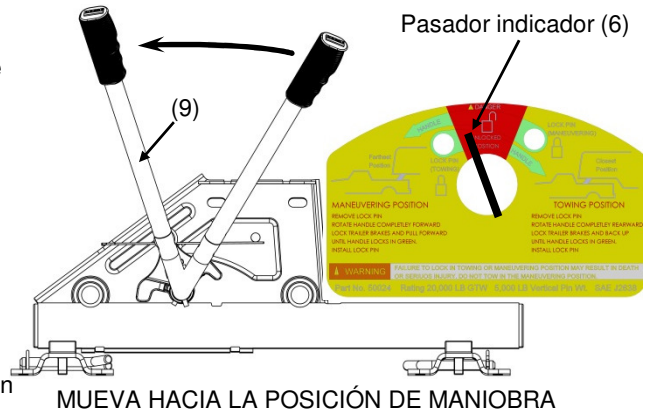

Figura 15
3. Retire el pasador de bloqueo del agujero de remolque y tire el mango (9) hacia adelante (ver Figura 15). Si mango (9) es difícil de mover puede ser encajada en el orificio de enclavamiento en el tubo deslizante (7). Esto se puede remediar moviendo ligeramente el camión atrás o hacia adelante hasta que el mango (9) se mueve libremente. Repita el paso 2 si es necesario.
4. Pin indicador (6) debe estar sobre la gama desbloqueado rojo, cerca de la gama de maniobra verde (véase la Figura 15). Primavera presión presionará pestillo contra la parte superior del tubo.